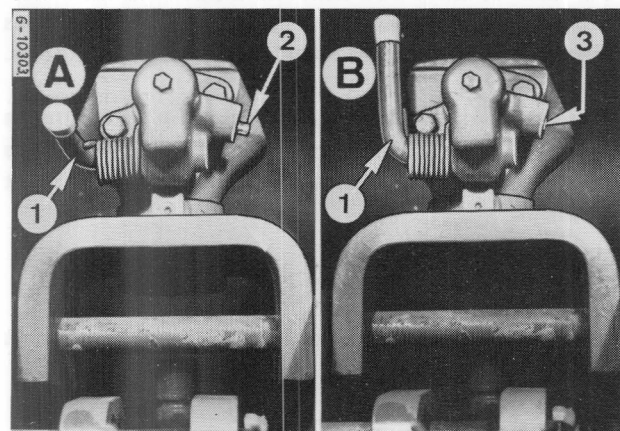

Figure 37 - Crochet d'attelage automatique.
vous que la cheville témoin est complètement rentrée (3) Fig. 37).